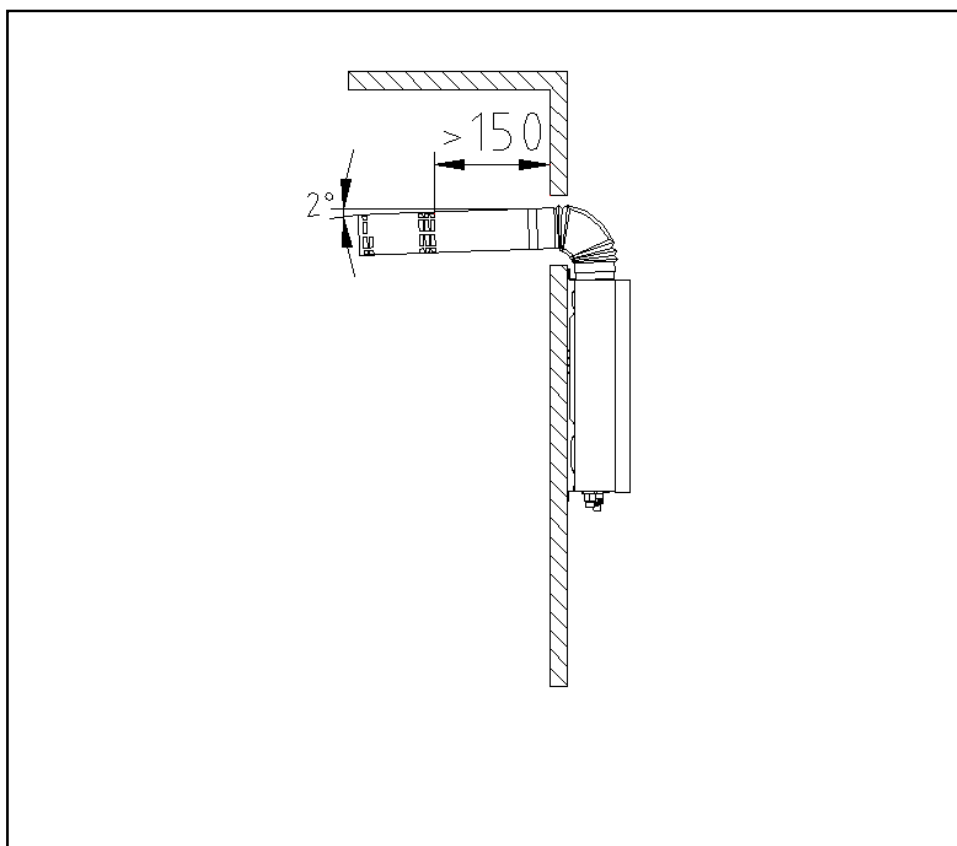

Fig. 11
(1) Utilizați conducta de evacuare furnizată de compania noastră, referindu-vă la Fig. 11 pentru metoda de instalare. Dacă conducta de evacuare este prea scurtă, o puteți extinde corespunzător. Verificați conducta de evacuare și observați dacă există daune sau scurgeri la fiecare șase luni. Instalați conducta de evacuare după fixarea corpului boilerului. Mai întâi, introduceți conducta de evacuare fixă prin gaura din perete, apoi introduceți cotul în ieșirea de evacuare a boilerului, asigurându-vă că extremitatea conductei are o înclinare de 2° în jos (Fig. 11); altfel, apa de ploaie poate pătrunde în boiler și îl poate deteriora.
(2) Lungimea conductei de evacuare nu trebuie să depășească 3 m, iar numărul de coturi nu trebuie să fie mai mare de 3 (un cot echivalează cu 1 m de conductă dreaptă).